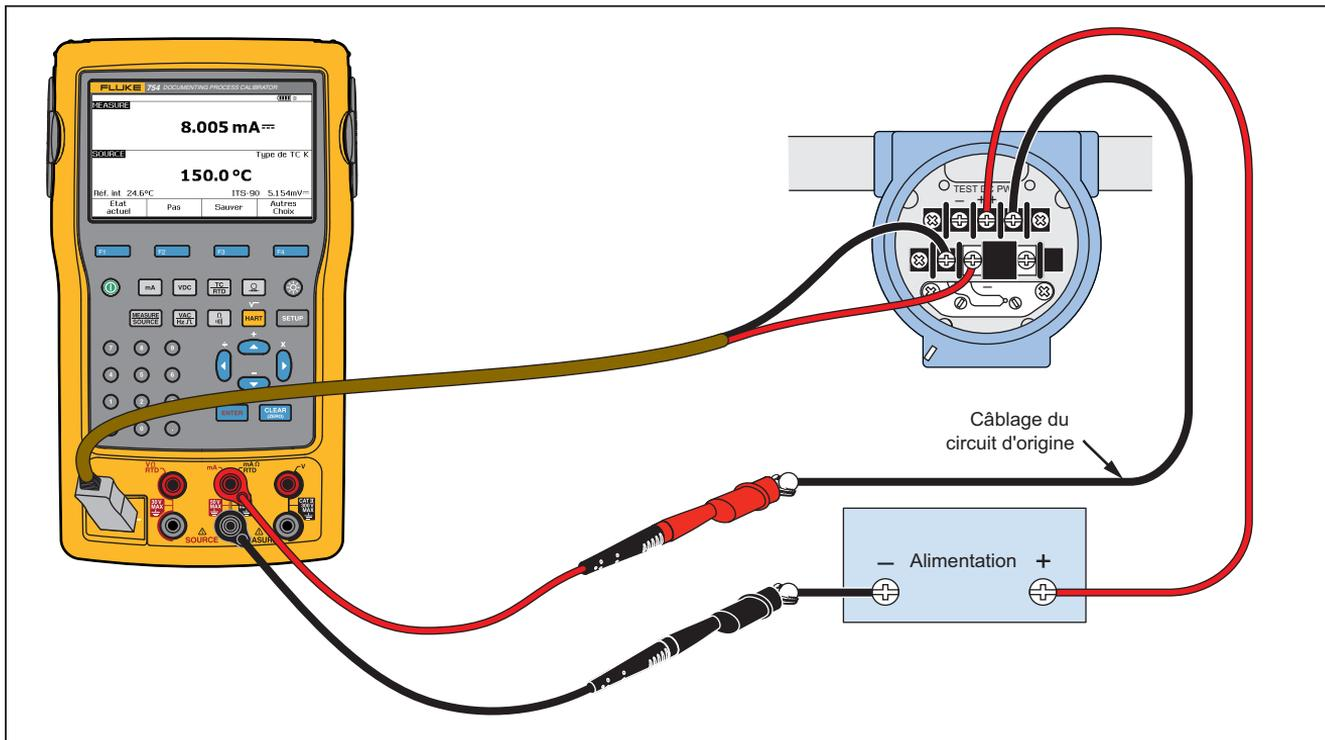

Figure 30. Étalonnage d'un transmetteur de température de thermocouple
1. Raccordez les cordons de mesure à l'instrument contrôlé, comme l'illustre la Figure 30. Les connexions simulent un thermocouple et mesurent le courant de sortie correspondant.